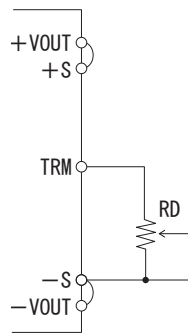

図3.6 出力電圧を低く設定する場合
(2) 出力電圧を低く設定する場合
■図3.6のように接続することで、出力電圧を低く設定することができます。外付け抵抗RDは、次の式によって計算できます。